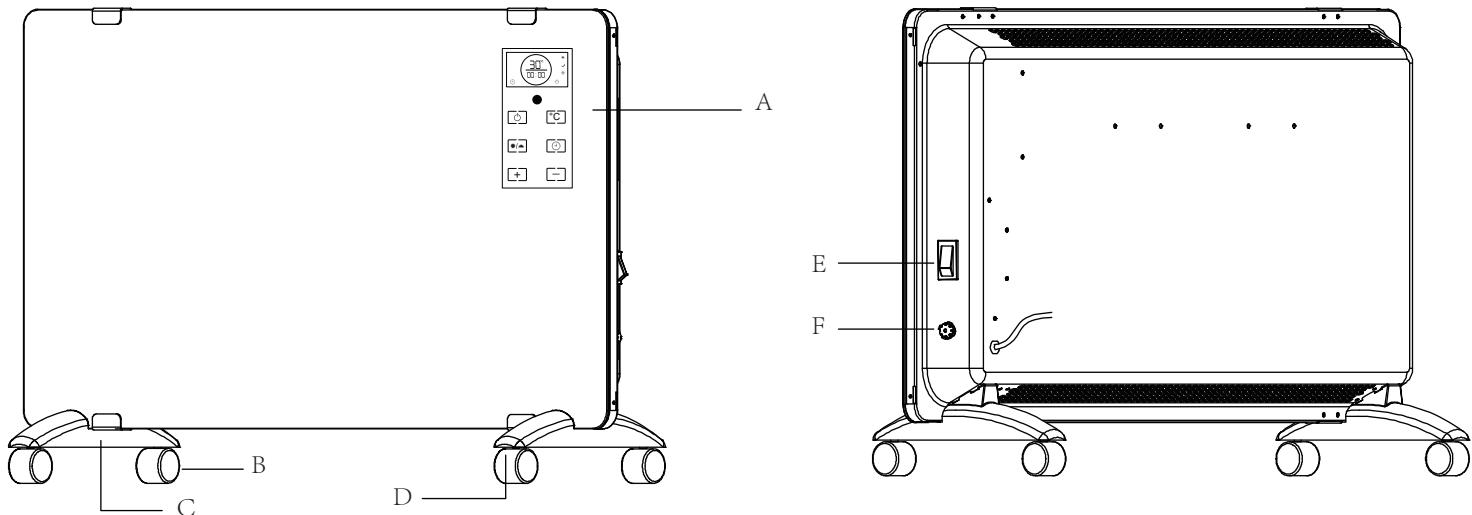

FIGURE 1
Puissance	Après avoir branché la prise principale, mettez l'interrupteur latéral en position ON (voir figure 1, point E). Appuyez sur le bouton d'alimentation pour activer l'appareil en mode veille.
3. Sur le côté de l'appareil, mettez l'interrupteur (point E) en position ON (voir figure 1). L'appareil démarre avec un bip sonore et l'écran LCD s'allume. 4. Mettez l'appareil sous tension à l'aide du bouton du thermostat situé sur le panneau latéral. Lorsque l'appareil est sous tension, le voyant d'alimentation s'allume.